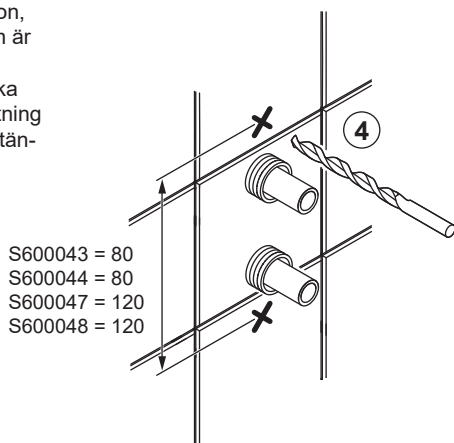

Fig. 1
4. Skruvfästningar i plats för bad eller dusch ska göras i betong eller annan massiv konstruktion, träreglar, träkortlingar eller i konstruktion som är provad och godkänd för infästning. Alla infästningar med skruv genom tätskikt ska tätas, se "Fig. 1" eller "Fig. 2". Material för tätning ska fästa mot underlaget och vara vattenbeständigt, mögelresistent och åldersbeständigt.
4. The screw mountings should be of a sturdy design, for instance made of concrete, wooden studs, wooden nogging pieces or a design that has been tested and approved for mounting, e.g. pad design. All attachment points must be sealed. See "Fig. 1" or "Fig. 2". The sealant material must attach firmly to the underlying surface and be water-resistant, mould-resistant and non-ageing.
4. Skru innfestinger på steder for bad eller dusj skal gjøres i betong eller annen massiv konstruksjon, trebjelker, trestendere eller i konstruksjon som er testet og godkjent for innfesting. Alle innfestinger med skru gjennom tettesjikt skal tettes, se "Fig. 1" eller "Fig. 2". Materialet for tetting skal feste mot underlaget og være vannbestandig, muggresistent og aldersbestandig.